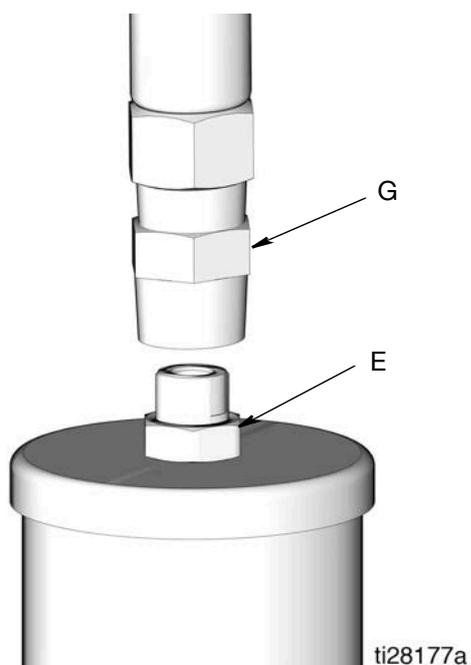

FIG. 8
6. Conecte la salida de la bomba (E) a la línea de lubricación (G) (FIG. 8).